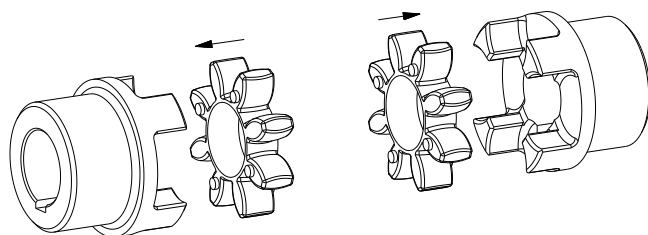

Bild 14: Montage der Zahnkränze
- Setzen Sie die Zahnkränze in die Nockenpartie der Naben ein (siehe Bild 14).